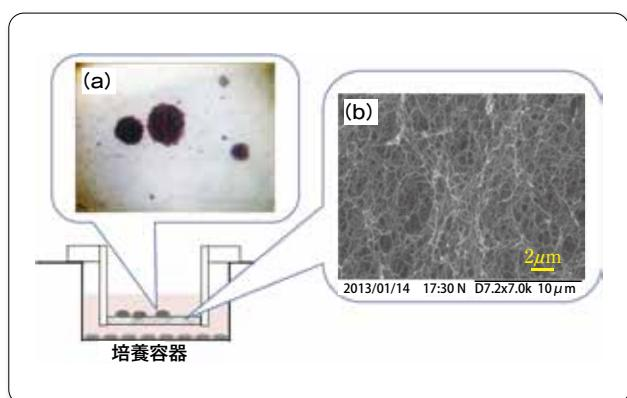

図2 開発した培養容器
コラーゲンは生体内で細胞を取り囲む物質そのものであり、細胞接着性を持つ培養基材です(性質①)。太さが約100nmのコラーゲン線維が絡み合ったゲルは、血清アルブミン(分子量6万)を透過させます(性質②)。最終的には、メッシュによる補強により性質②および③を損なわずに性質④をクリアし、底面にコラーゲンゲル分離膜を持つ培養容器を開発しました(図2)。
開発した培養容器を用いることで、これまで難しかったiPS細胞とフィーダー細胞の分離培養を簡便に使えるようになりました。実験の結果、分離膜上でiPS細胞は明瞭なコロニーをつくり(図2)、全細胞の90%以上がiPS細胞の状態(未分化状態)を保ったため、分離膜の有効性が実証されました。